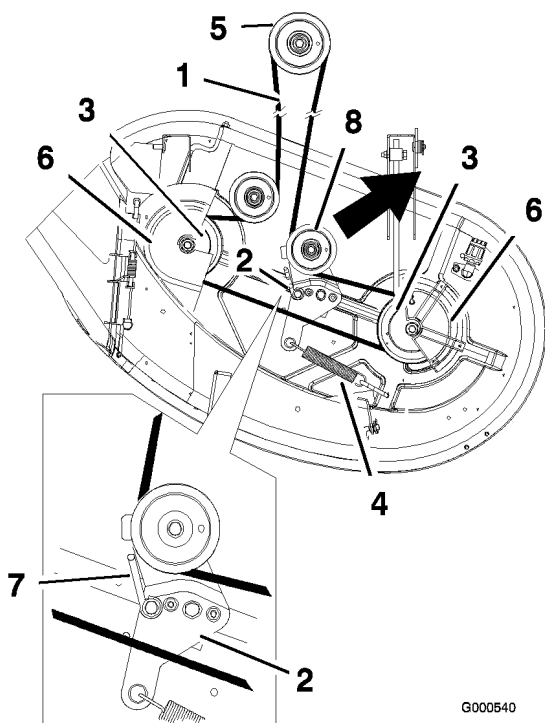

Bild 49
4. Nehmen Sie die Riemenabdeckung über die äußeren Spindeln ab und lösen Sie die Riemenführung (Bild 49).
- Ziehen Sie die Spannscheibe in die in Bild 49 angegebene Richtung und rollen den Riemen von den Scheiben ab.
- Legen Sie den neuen Riemen um die Motor- und Mähwerkspannscheiben (Bild 49).
- Ziehen Sie die Spannscheibe in die in Bild 49 angegebene Richtung und verlegen den Riemen um die andere Spannscheibe (Bild 49).
- Drehen Sie die Riemenführung auf dem Spannarm zur Riemenscheibe, bis sie stoppt (Bild 49).
- Ziehen Sie die Riemenführungsschraube fest (Bild 49).